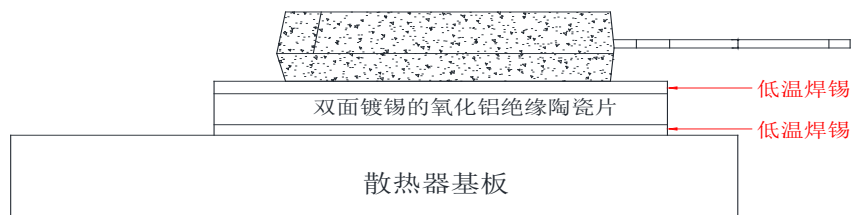

图19 基板、绝缘片、器件三者焊接
2. 散热器选用可焊接的基板材料(如铜)，也可采用0.5~1.0mm厚镀锡的氧化铝(AL₂O₃)绝缘陶瓷片，将基板、绝缘片、器件三者焊接在一起，如下图19所示。对应焊接条件见图20。